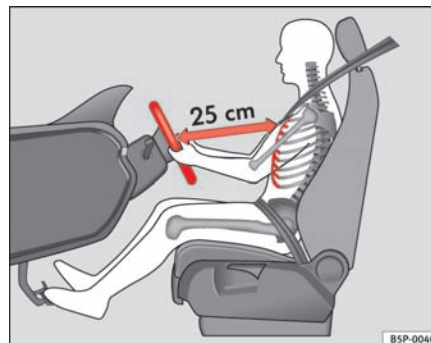

Fig. 128 Sådan sidder føreren korrekt.
- Indstil rattet på den måde, indtil du har nået den ønskede position ⇒ fig. 128.
- Indstil førersædet eller rattet, så afstanden mellem rattet og din brystkasse er mindst 25 cm ⇒ side 155, fig. 128. Hvis du ikke overholder minimumsafstanden, kan airbagsystemet ikke beskytte, som det skal. Livsfare.